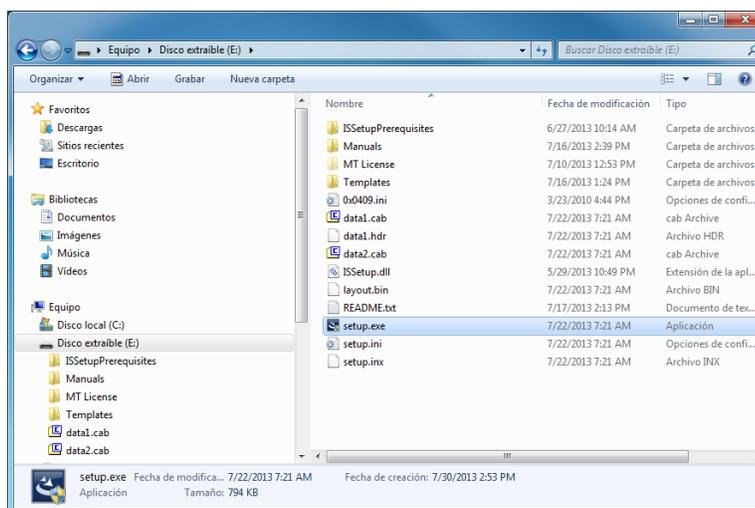

Figura 1-2: Contenido del dispositivo USB mostrado en Windows Explorer
2. Los archivos en el dispositivo de memoria se mostrarán en la ventana de Windows Explorer (Figura 1-2). Para iniciar la instalación de WeighSync, haga doble clic en setup.exe.